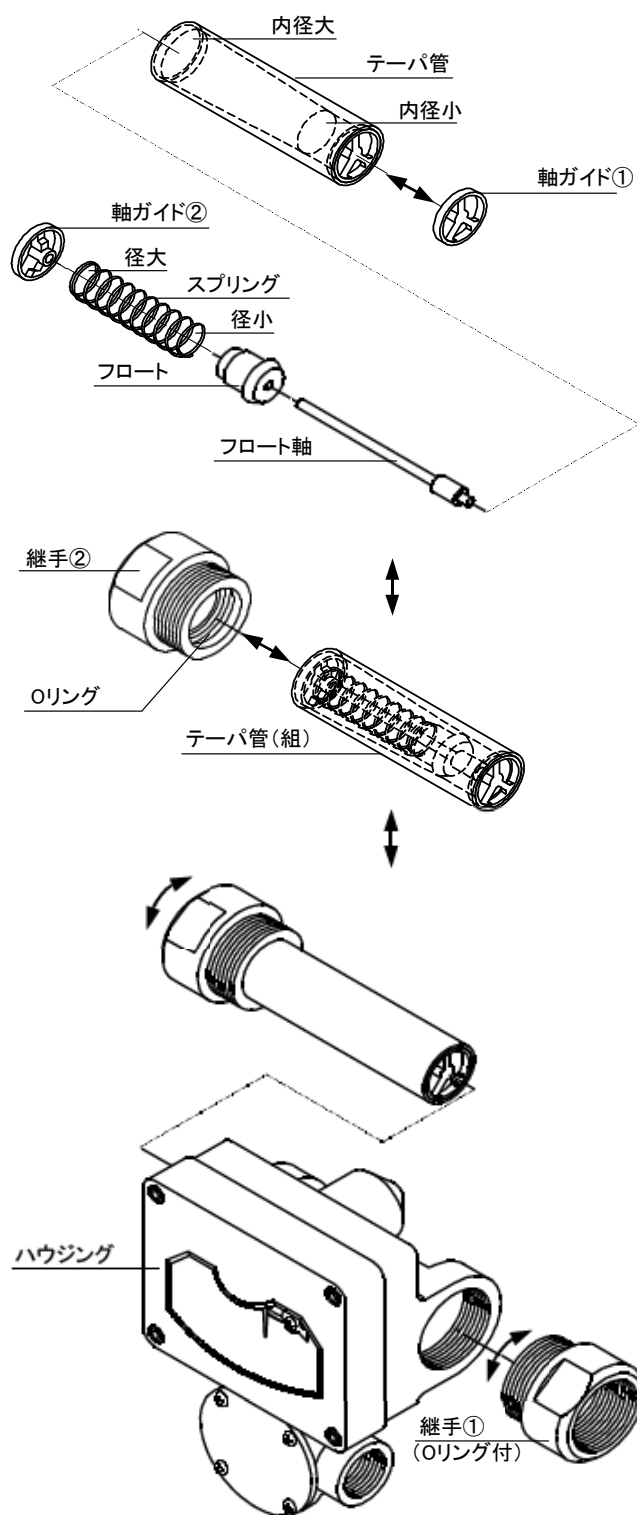

図 12
清掃などのため、分解、点検が必要な場合は図 12 を参照して実施してください。
7.3 組立(図12参照)